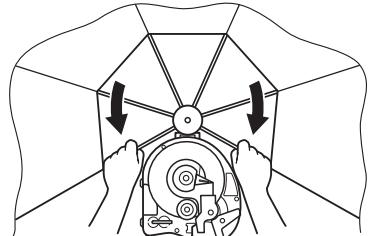

Fig. 19
- (2) Abra completamente el protector tirando de los brazos tal como se muestra abajo, hasta que se escuche un clic. (Fig.19)